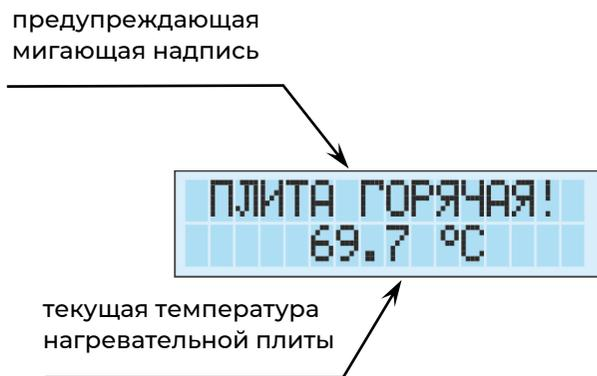

Рис. 9.2 Индикация предупреждения о высокой температуре плиты
2. Нагревательный элемент имеет температуру выше  $+50\text{ }^{\circ}\text{C}$  (нагревательная плита имеет опасную температуру). При выключении сетевого выключателя встроенный микропроцессор не отключит питание прибора, пока температура не снизится ниже  $+50\text{ }^{\circ}\text{C}$ . При этом на дисплее высвечивается мигающая надпись «ПЛИТА ГОРЯЧАЯ!» и текущая температура нагревателя (рис. 9.2).